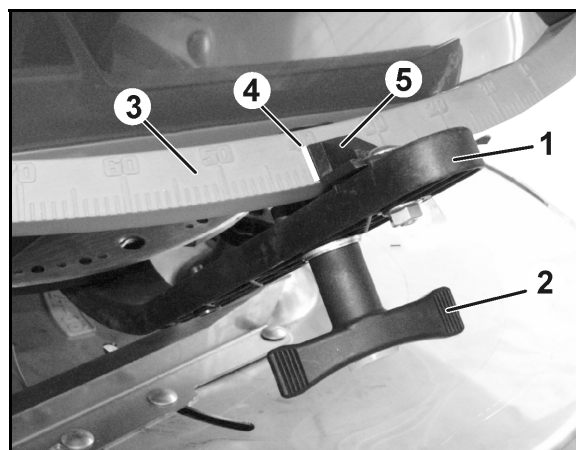

Fig. 52
2. Løsn vingemøtrikken (Fig. 52/2).
3. Find den nødvendige spjældstilling på skalaen (Fig. 52/3).
4. Stil aflæsningskanten (Fig. 52/4) til indstillingsgrebsviseren (Fig. 52/5) på skalaværdien.
5. Spænd vingemøtrikken (Fig. 52/2) godt.